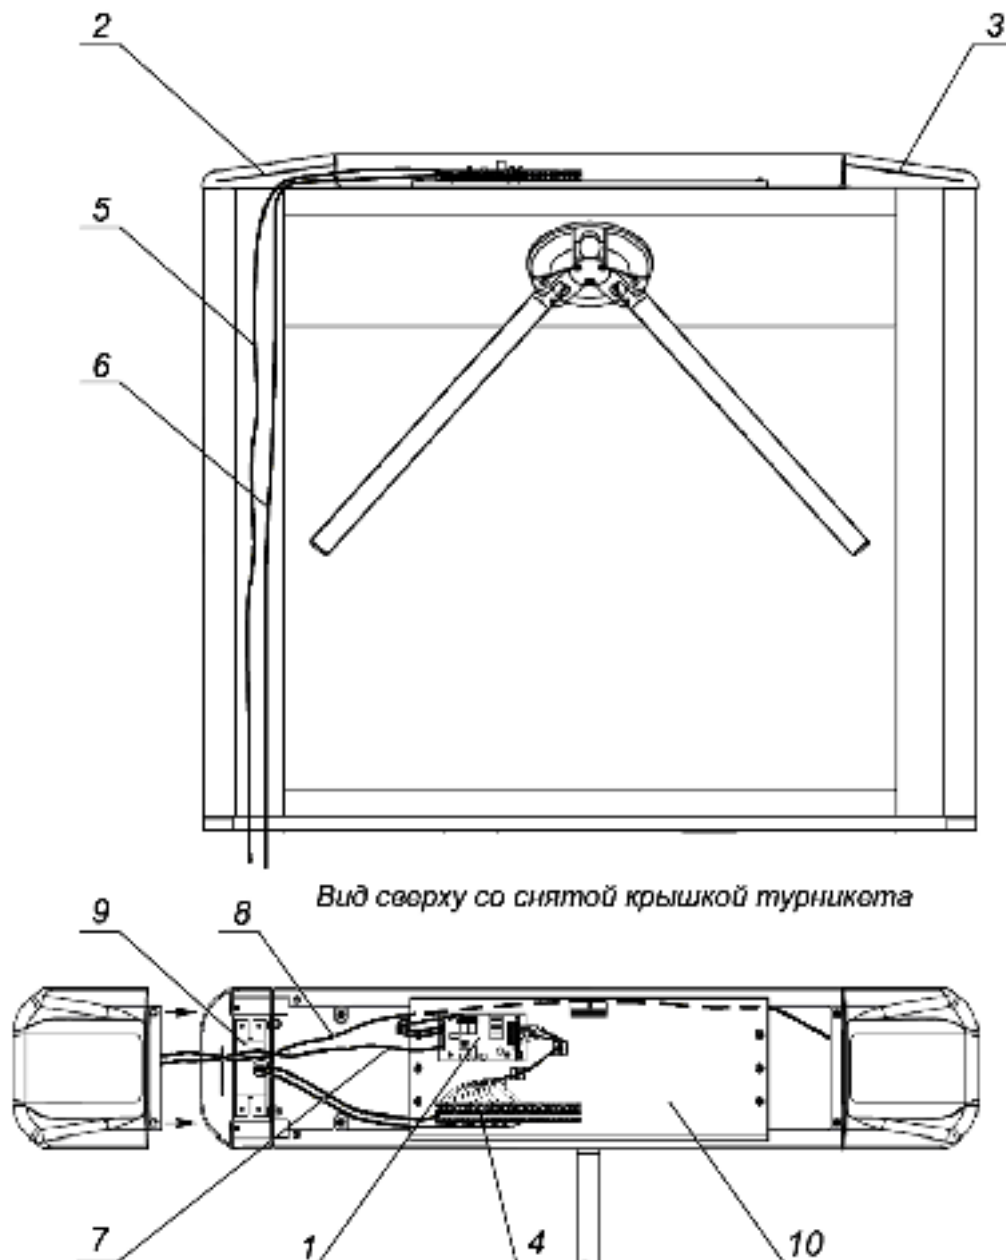
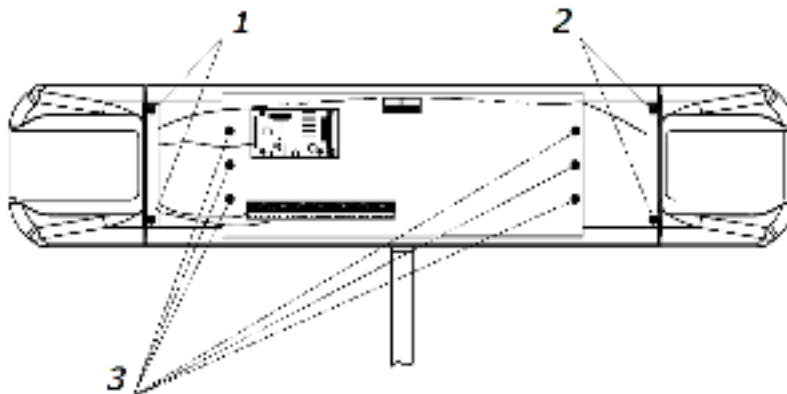

Рисунок 12. Схема прокладки кабелей в стойке турникета
Рисунок 15. Расположение крепежных винтов
4. При необходимости прокладки кабелей под поверхностью пола подготовьте в полу кабельный канал, подходящий к зоне ввода этих кабелей в стойку турникета. Прокладка кабелей внутри стойки показана на рис. 12.
6. Снимите крышку турникета (3) согласно разд. 6.
7. Демонтируйте стенку боковую (7) в сборе с крышкой (9). Для этого:
- Отверните два винта (2 на рис. 15).
- Отведите стенку от стойки и отсоедините кабель, соединяющий платы индикации (8 на рис. 12) от платы ПИ2, расположенной под крышкой (9).
8. Демонтируйте стенку (6) в сборе с крышкой (8). Для этого:
- Отверните два винта (1 на рис. 15).
- Отведите стенку от стойки и отсоедините от платы индикации ПИ1 (расположена под крышкой) кабель (8 на рис. 12), соединяющий платы индикации, и кабель индикации (7 на рис. 12), идущий от платы управления.
13. При необходимости произведите установку платы внешнего контроллера СКУД внутри стойки турникета на кронштейне (10 на рис. 12); для этого используйте фиксаторы на самоклеющихся площадках FSS-5 из комплекта поставки.
14. При необходимости произведите установку считывателей карт доступа на предусмотренные для этого кронштейны на торцах стойки (9 на рис. 12). Для удобства монтажа снимите кронштейн, открутив рожковым ключом S5,5 две гайки M3, расположенные снизу под кронштейном. Для подключения считывателей используйте свободные контакты (15 - 24) выносной клеммной колодки **XS1**.
2. Снимите крышку (3) турникета в порядке, указанном в разд. 6 и положите ее на ровную устойчивую поверхность.
3. Для доступа к узлу вращения преграждающих планок турникета снимите кронштейн (4 на рис. 15) с платой управления и выносной клеммной колодкой. Для этого: выкрутите 6 винтов (3 на рис. 15), фиксирующих кронштейн на стойке турникета, и аккуратно отведите кронштейн в сторону, не повредив подключенные кабели.